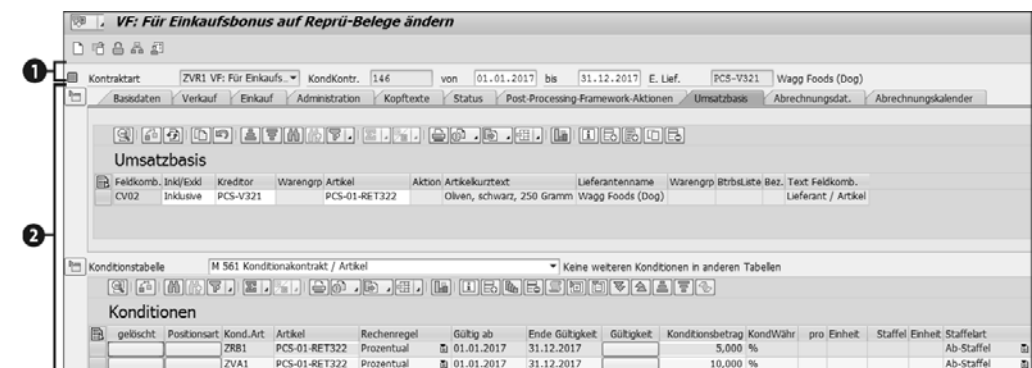

Abbildung 4.41 Konditionsvertrag mit Kopf- und Positionsdaten
In den Kopfdaten ❶ des Konditionsvertrags können allgemeine Daten, Texte, die Umsatzbasis, der Abrechnungskalender und die Abrechnungsparameter definiert werden. In den Positionsdaten ❷ können die Rückstellungs- und Abrechnungskonditionen auf verschiedenen Ebenen gepflegt werden (siehe Abbildung 4.41).